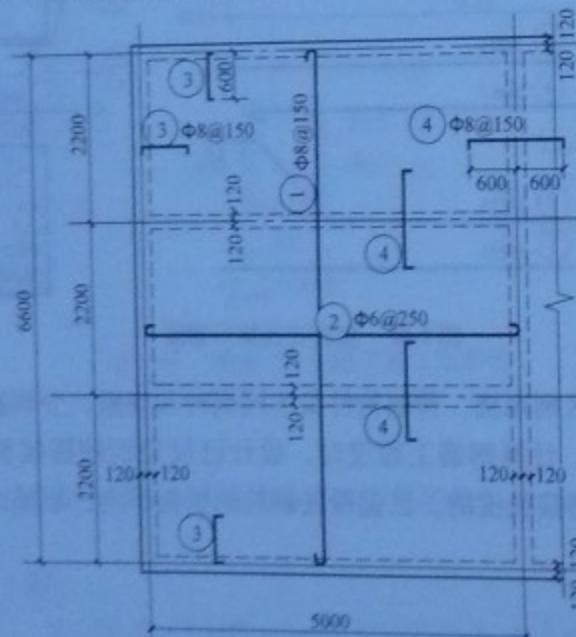

图 1-69 现浇钢筋混凝土板配筋图
**【例 1-69】** 某钢筋混凝土配筋如图 1-69 所示。已知板混凝土强度等级为 C25, 板厚